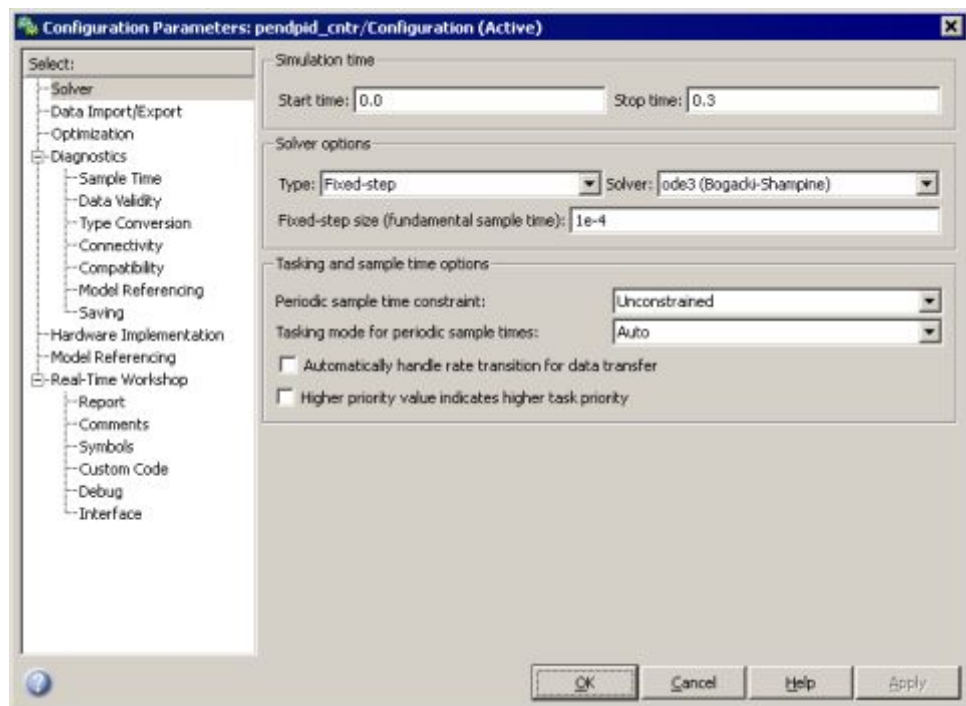

Рис. 4.4. Параметры конфигурации модели
3. В поле **Start time** установите **0.0**, в поле **Stop time** – значение **0.3**, в поле **Type** выберите **Fixed-step**, в поле **Fixed-step size** установите **1E-4**, в поле **Solver** выберите метод **ode3(Bogacki-Shampine)**. Если вы все сделали верно, то ваши настройки должны совпадать с теми, которые приведены на рис. 4.4 (этот пример приведен для версии Matlab R2006a).